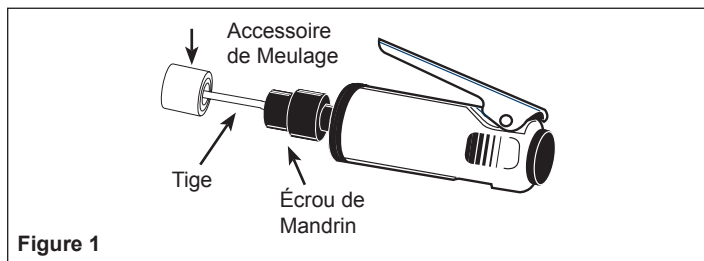

Figure 1
1. Introduire la tige de l'accessoire de meulage dans l'ouverture du mandrin (Voir Figure 1). S'assurer que la tige soit complètement introduite.